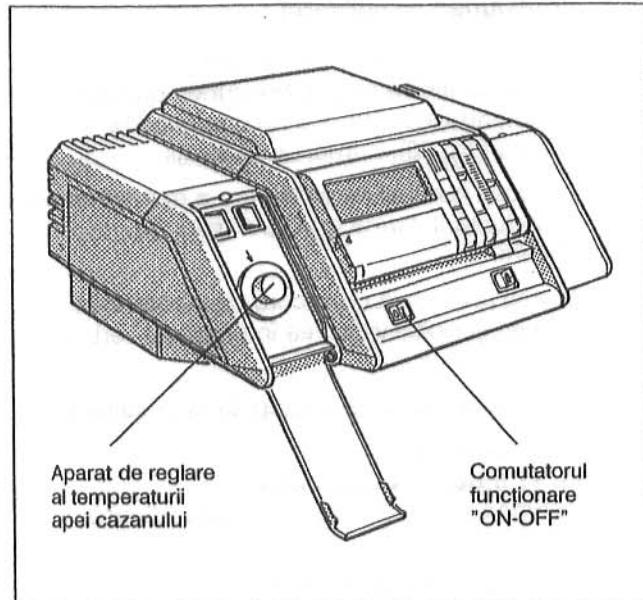
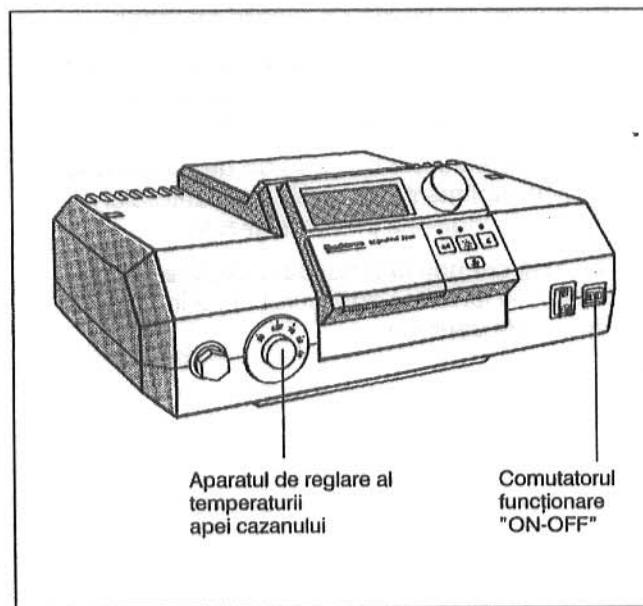

Fig. 16: Sistem de reglare 4000
Fig. 17: Sistem de reglare 2000
- Comutatorul funcționare (Fig. 16 respectiv Fig. 17), se aduce pe poziția I (ON).
- Aparatul de reglare al temperaturii apei cazonului (Fig. 16 respectiv Fig. 17) se fixează pe "AUT", stellen.